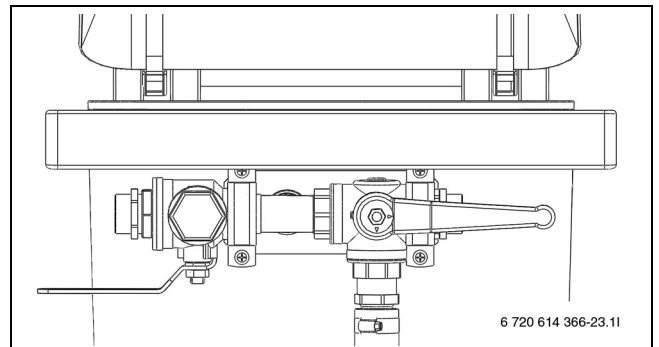

Bild 38 Påfyllnadsstation i påfyllningsläge
- ▶ Vrid ventilerna på påfyllnadsstationen till påfyllningsläge och fyll kretsen med köldbärarvätska (→ Bild 38).